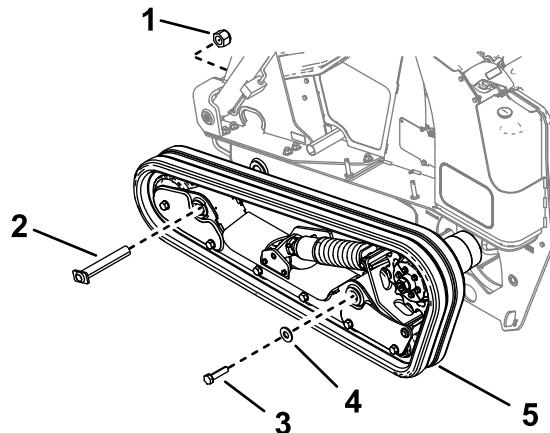

Figura 11
- Montate il gruppo dei cingoli e fissatelo al telaio principale utilizzando il bullone, la rondella, il perno e il dado rimossi dai gruppi dei cingoli (Figura 11).